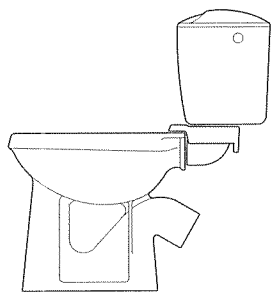

Рис.1
- ун. тарельчатый с косым выпуском без цельноотлитой полочки (рис. 1),